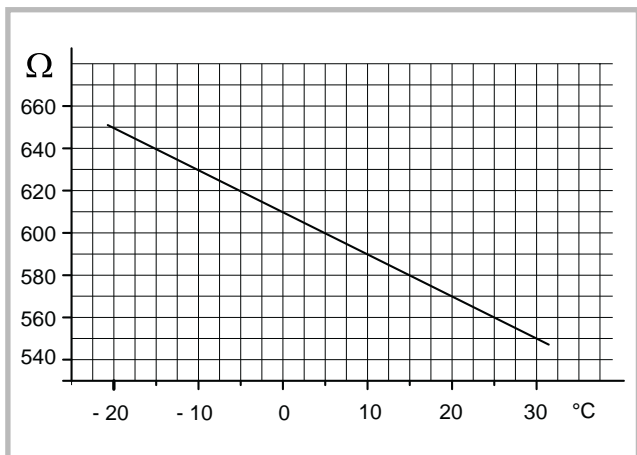

Figure 5 - Sonde QAC31
- Sonde extérieure QAC31 (Fig. 5)